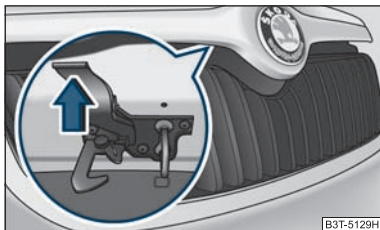

Fig. 181 Grilajul radiatorului: Mânerul de siguranță
- Trageți mânerul de siguranță ⇒ fig. 181 și capota motorului se deblochează.